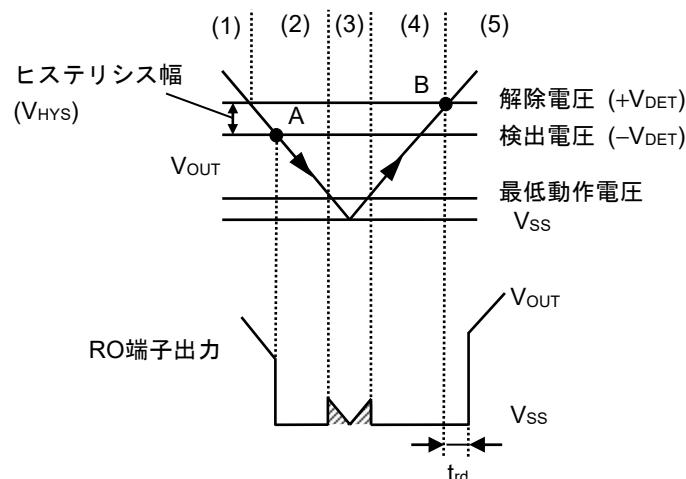

図36 ディテクタ部のタイミングチャート
- (1) レギュレータの出力電圧 (V_{OUT}) がディテクタの解除電圧 ($+V_{DET}$) 以上で、Nchトランジスタ ($N1$, $N2$) はオフになり、RO端子に "H" が出力されます。このときPchトランジスタ ($P1$) はオン状態で、コンパレータ ($C1$) への入力電圧は $\frac{R_B \cdot V_{OUT}}{R_A + R_B}$ になります。
- (2) V_{OUT} が低下し $+V_{DET}$ 以下になっても、検出電圧 ($-V_{DET}$) 以上であればRO端子に "H" が出力されます。 V_{OUT} が $-V_{DET}$ (図36のA点) 以下になると $C1$ によって制御される $N1$ はオンになり、 C_{DLY} が放電されます。同時に、遅延回路によって制御される $N2$ はオンになり、RO端子に "L" が出力されます。このとき $P1$ はオフになり、 $C1$ への入力電圧は $\frac{R_B \cdot V_{OUT}}{R_A + R_B + R_C}$ になります。
- (3) V_{OUT} がさらに低下し、ICの最低動作電圧以下になると、RO端子出力は不定になります。RO端子がプルアップされる場合、"H" が出力されます。
- (4) V_{OUT} が最低動作電圧以上に上昇するとRO端子に "L" が出力されます。また、 V_{OUT} が $-V_{DET}$ を越えても $+V_{DET}$ 未満の場合には出力は "L" になります。
- (5) さらに V_{OUT} を上昇させ $+V_{DET}$ (図36のB点) 以上になると $N1$ はオフになり、 C_{DLY} が充電されます。 V_{DLY} がしきい値電圧 (1.25 V typ.) になると、遅延回路によって制御される $N2$ はオフになり、RO端子に "H" が出力されます。